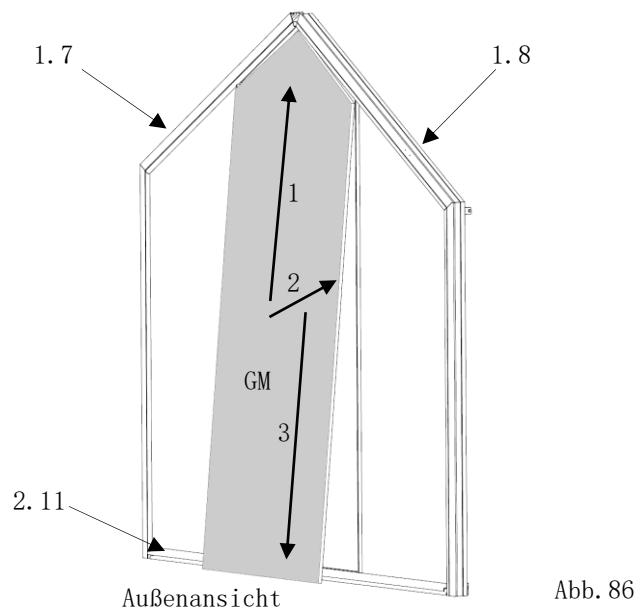

Abb. 86
3. in das Bodenprofil (Pos. 2.11) stellen. (Abb. 86)